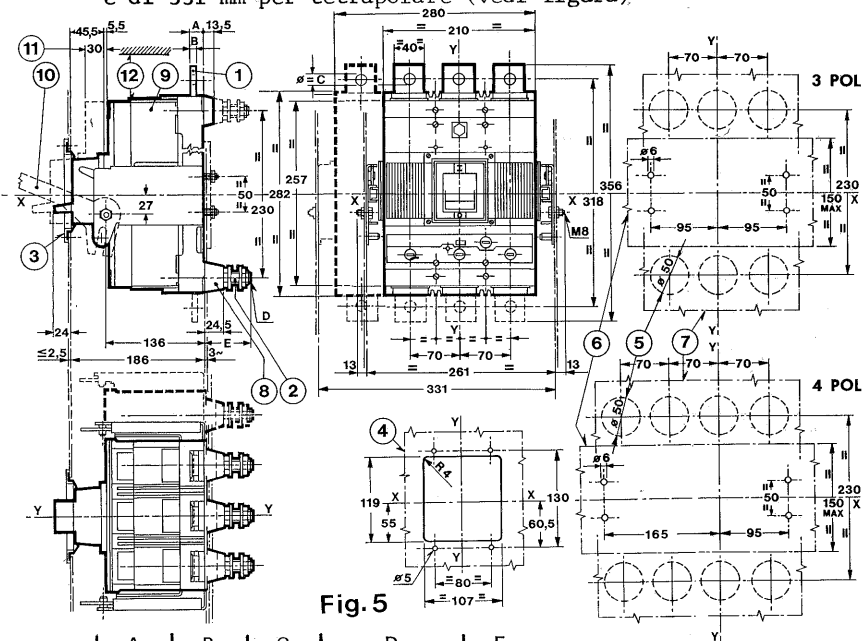

Fig. 5
4.2.2.4. Interruttore sezionabile con attacchi anteriori o posteriori (fig. 5)